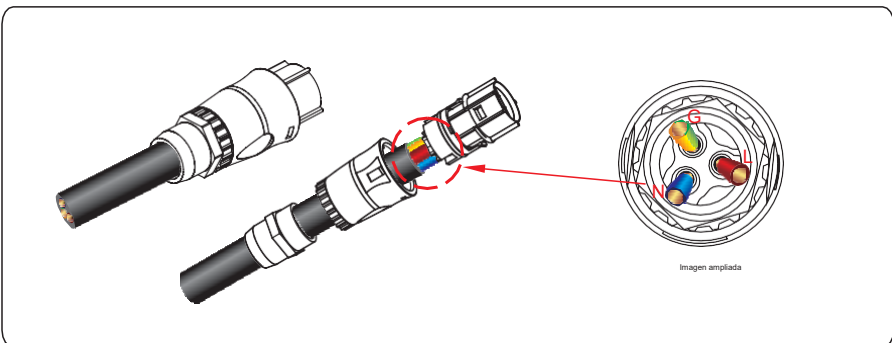

Figura 5.6 Conexión del conector
Paso 2 Inserte los núcleos pelados de los cables a través de la tuerca del terminal de CA, la abrazadera intermedia, el terminal L del cable de línea y el terminal N del cable neutro en el terminal E del cable de tierra y enrosque el tornillo. El par de torsión necesario es 0,8 Nm. Tras fijar los cables, apriete la tuerca y la abrazadera intermedia, como se muestra en la figura 5.6.